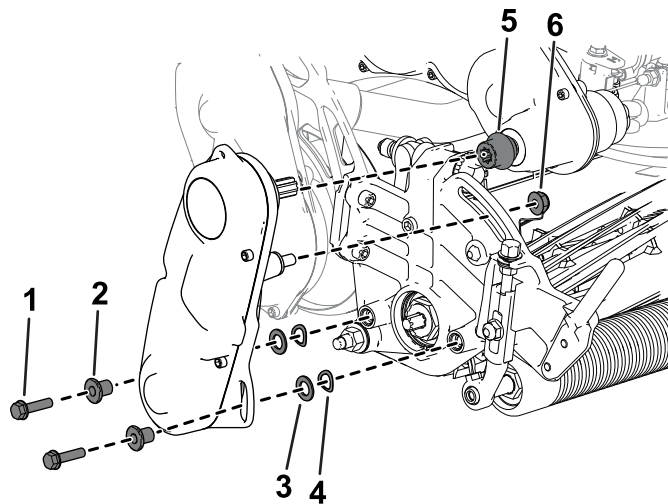

図5
6. トラクションユニットの駆動シャフトにカップラを取り付ける 図5。
7. 先ほど外した金具類を使用してリール駆動アセンブリをカッティングユニットに取り付ける 図5。
8. トランスミッション駆動シャフトのカップラ 図5が前後に軽く動くことを確認する。